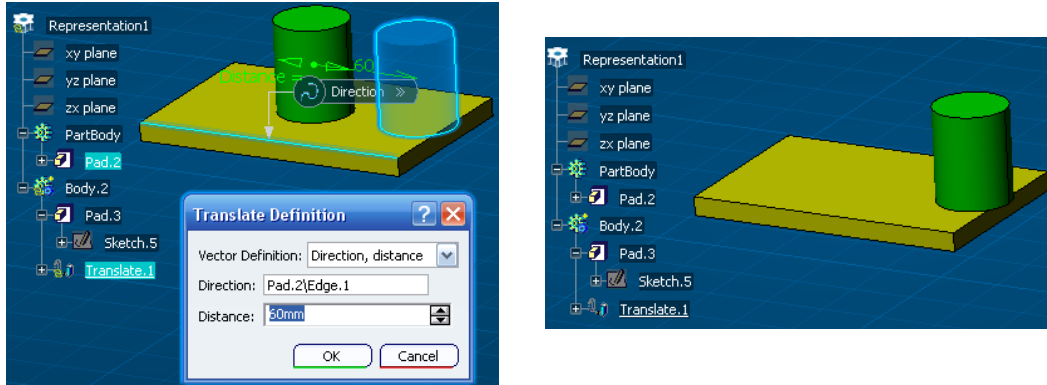

Ilustración 271: Ejemplo de traslación por dirección y distancia.
1) *Direction, distance*: Se selecciona el cuerpo, se ejecuta la operación y en la ventana de definición se indicará la dirección de la traslación y el valor de la distancia. Se verá con el ejemplo de la Ilustración 271.